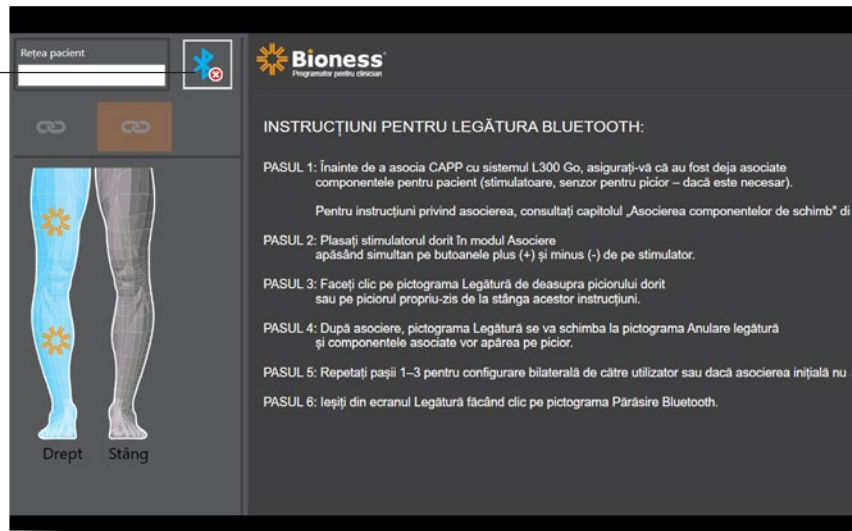

Figura 9-1: Ecranul Legătură
4. Faceți clic pe pictograma Legătură de deasupra piciorului dorit. Consultați Figura 9-1.